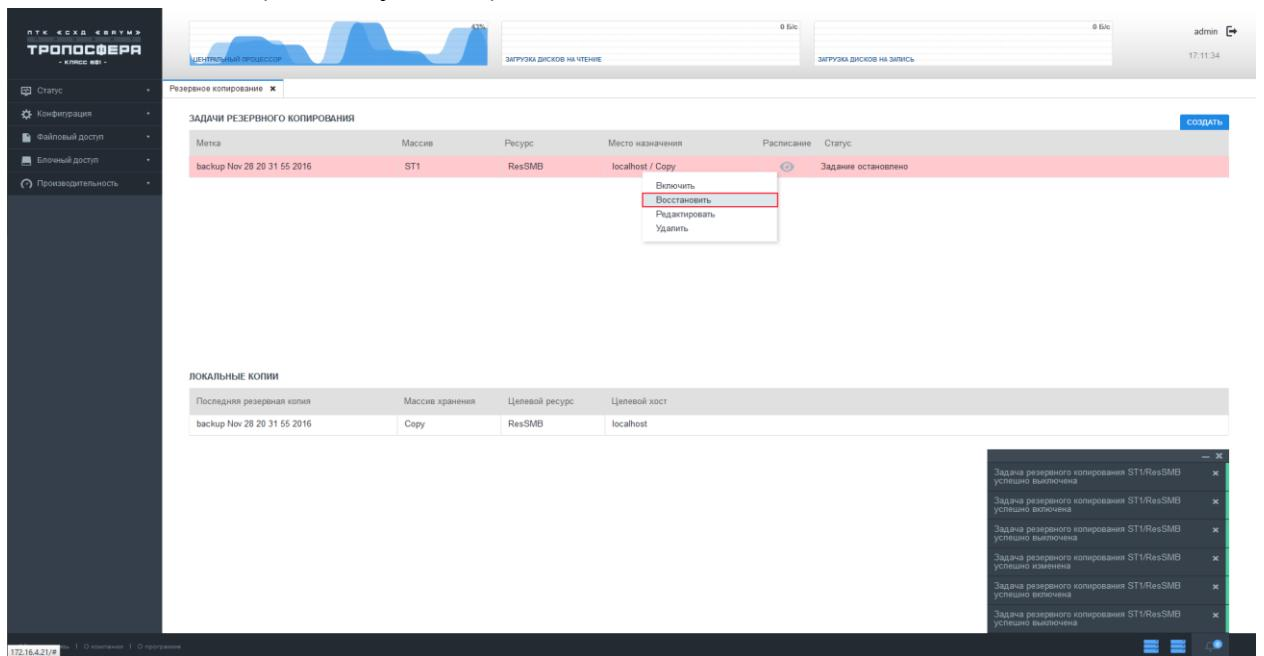

Рисунок 52 – Восстановление из резервной копии
3) В области «Задачи резервного копирования», по щелчку правой кнопкой мыши на необходимой резервной копии, в выпадающем меню выбрать пункт «Восстановить» (см. Рисунок 52).